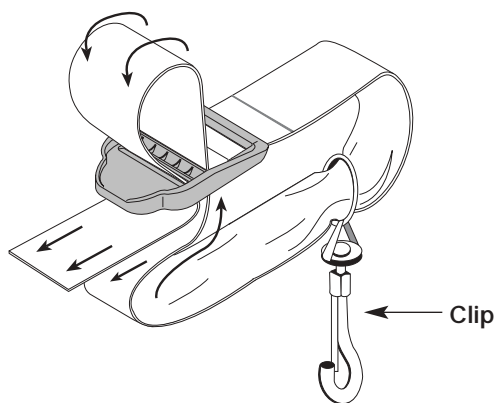

Fig. 7
2. Tirez la bande par-dessus la traverse et à travers la fente de la boucle (Fig. 7).